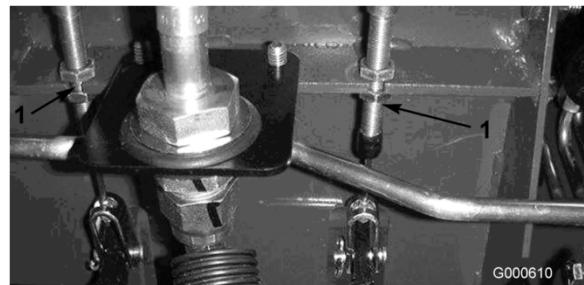

Figura 51
- A. Desaperte a porca dianteira na extremidade rosada do cabo do travão (Figura 51).